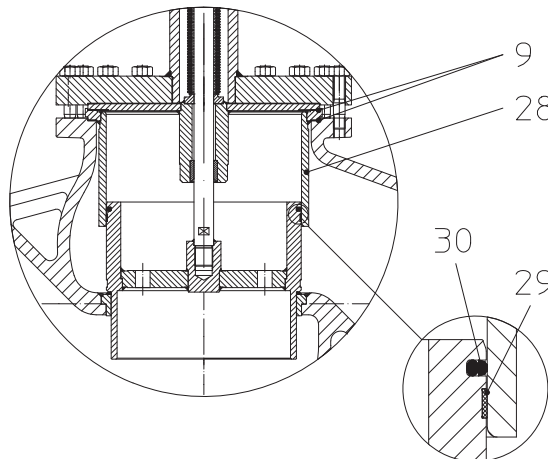

Fig. 12: Trykaflastningskegle
- Den slidte/defekte stempelpakning (pos. 30) fjernes fra noten med dertil egnet værktøj.
- Ny stempelpakning monteres (pos. 30), vær opmærksom på at den sidder rigtig ved sammenbygning (se Fig. 12).
- O-ring (pos. 29) udskiftes.
- Indvendig side af styre-cylinderne (pos. 28) rengøres evt. afpudses med fin sandpapir.
- Udskift 2 pakninger (pos. 9).
- Fastgør med møtrikker (pos. 11) og stram dem over kors.